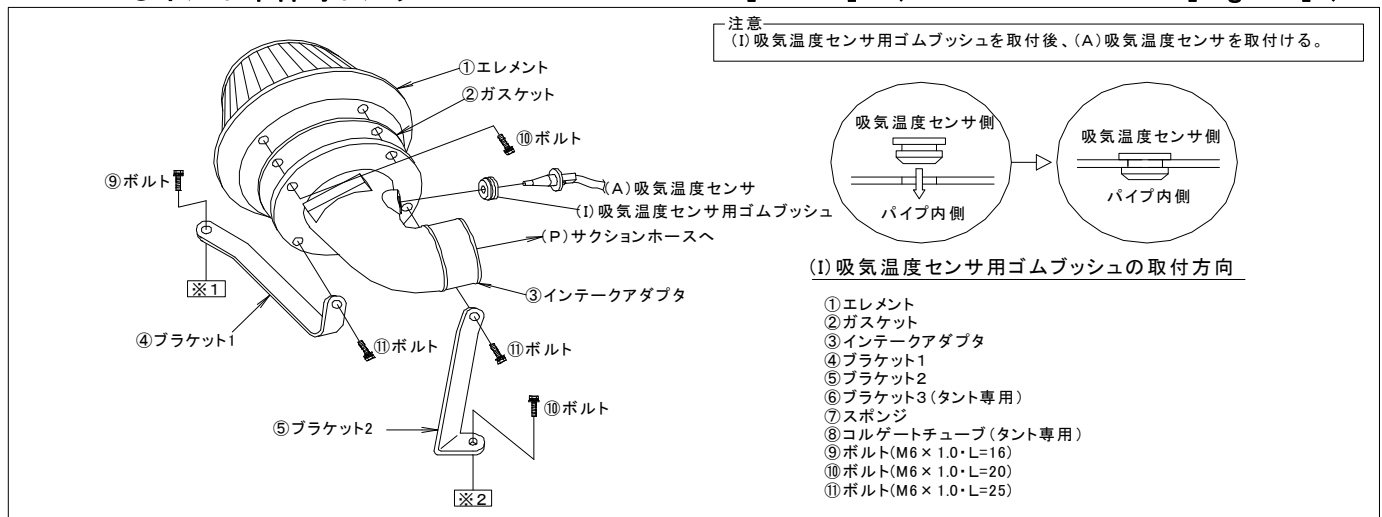

図7
1. 構成部品の中で、⑥ブラケット3は使用しません。(ムーヴの場合)
2. 下図7～8を参照してPOWER INTAKEを組立ててください。この時、各ボルト・ナットは仮締めの状態にしておいてください。